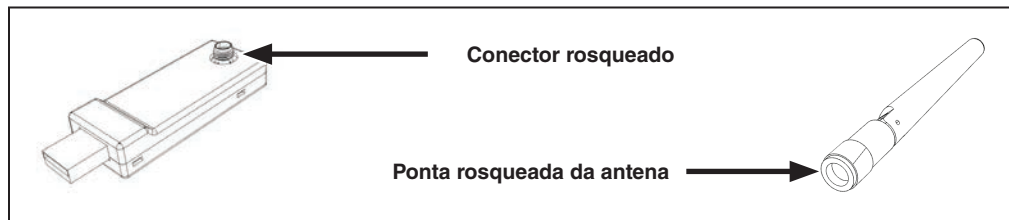

Figura 10. Conexão da antena ao transceptor USB.
PASSO 1. Aparafuse a parte inferior rosqueada da antena no conector rosqueado do transceptor USB. Ver Figura 10.